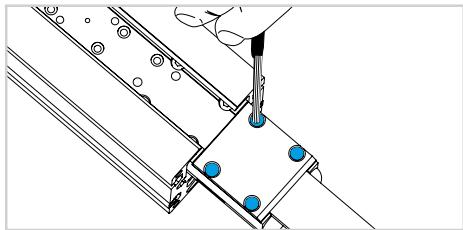

図 13
- 13)内部キャリッジをプロファイルの端まで移動させ、ベルト締付け用のネジを外して、ベルトを取り外します(図 13)。
- 16)内部キャリッジをプロファイルの端まで移動させ、ベルト締付け用のネジを外します(図 13)。